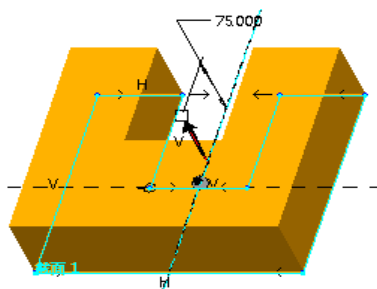

图 3-2 拉伸特征
- 形变特征:也可以称为基于草绘的特征,用于构建基本空间实体。形变特征通常要求先草绘出特征的一个或多个截面,然后根据某种形式生成基本特征。形变特征包括拉伸特征、旋转特征、扫描特征、混合特征和薄板特征等。图 3-2 所示为利用“拉伸”命令创建的拉伸特征。